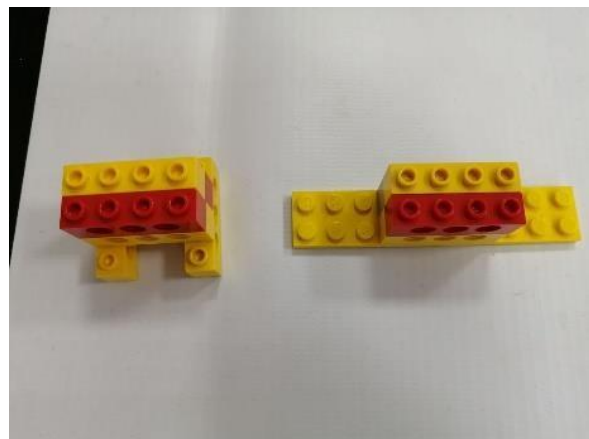

Рисунок 4
2. Пластина 2х10 – 1шт. и балка с шипами 1х4 – 4 шт. (смотрите рис. 4).